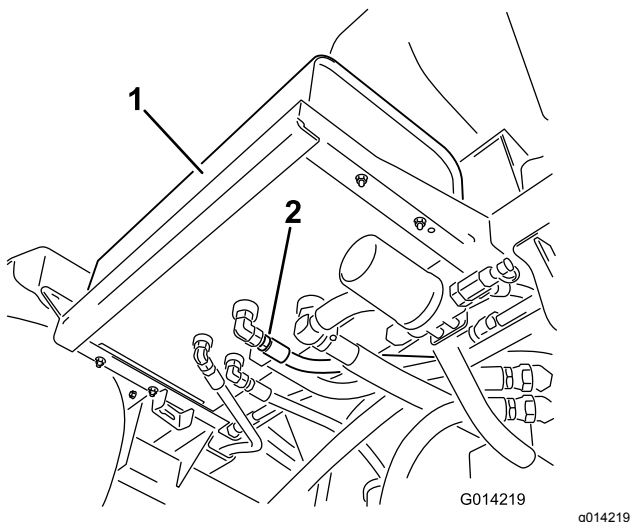

Figure 94
2. Nettoyez la surface autour d'un raccord de flexible hydraulique au bas du réservoir d'huile hydraulique (Figure 94).